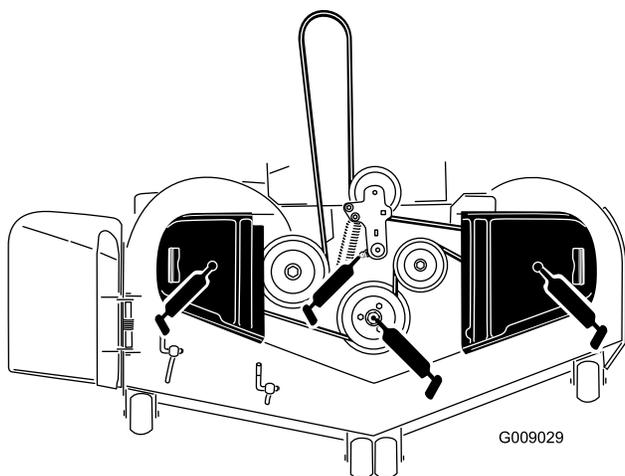

Figura 43
3. Lubrificare il perno della puleggia tendicinghia del piatto di taglio finché non fuoriesce grasso dalla parte inferiore (Figura 43).
- Ingrassate i 3 cuscinetti del mandrino finché il grasso non fuoriesce dalle guarnizioni inferiori (Figura 43).